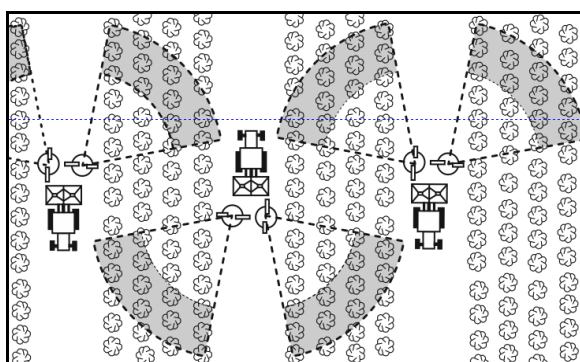

Fig. 20
5. Anbring kraftoverføringsakslen i den tilhørende holder (Fig. 20).